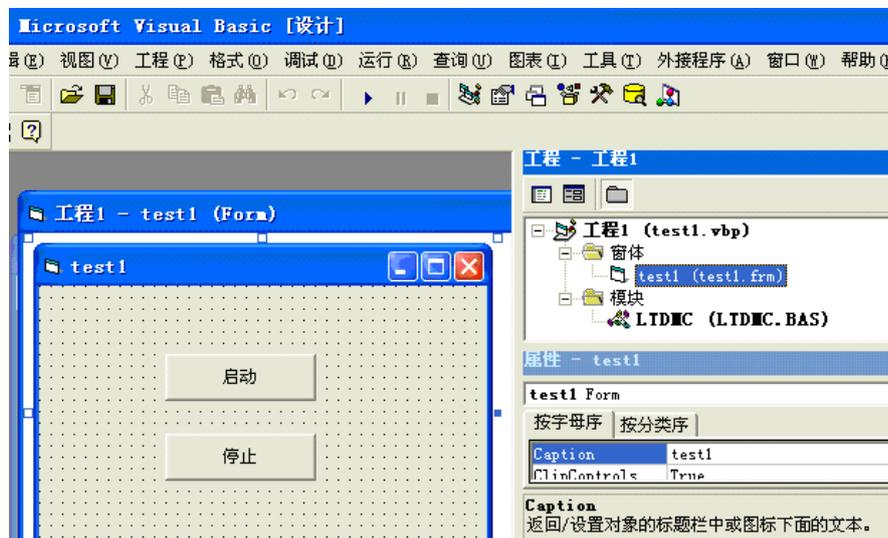

图 5.4 添加头文件
5) 菜单中选择“工程”->“添加模块”->“现存”，找到 test1 目录下的 LTDMC.bas 文件，添加到工程中，如图 5.4 所示。